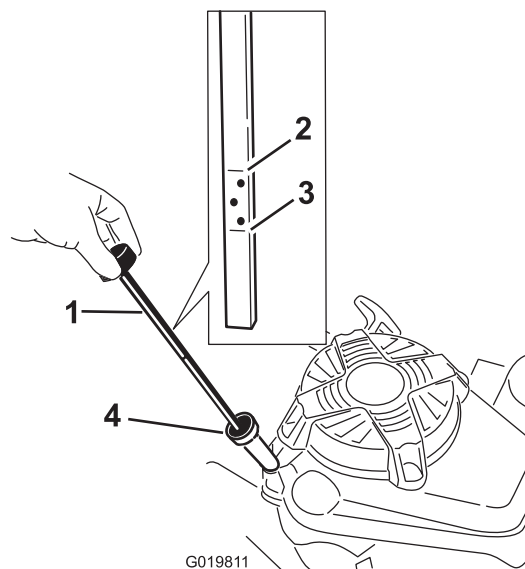

Figure 7
3. Si le carter est vide, remplissez-le aux 3/4 en versant de l'huile par le goulot de remplissage (Figure 7).
6. Relevez le niveau d'huile indiqué sur la jauge (Figure 7).